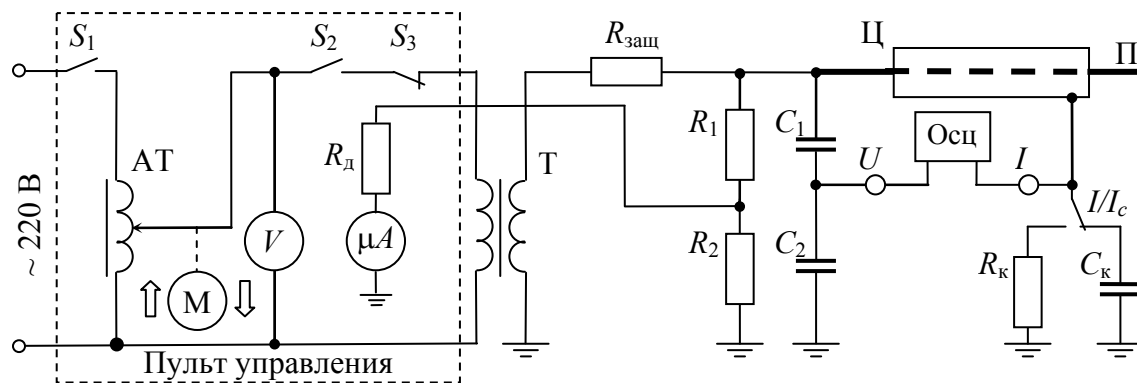

Рисунок 5 – Схема проведения эксперимента:
1. Собрать электрическую схему для исследования характеристик короны на проводах ЛЭП при переменном напряжении (рис. 5).